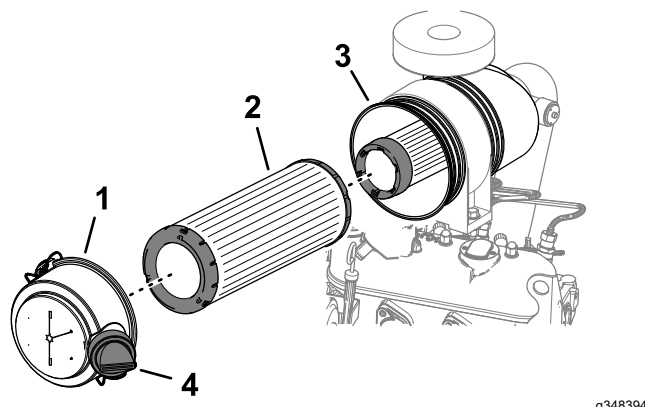

Figura 62
- Togliete il filtro primario dell'aria (Figura 62).